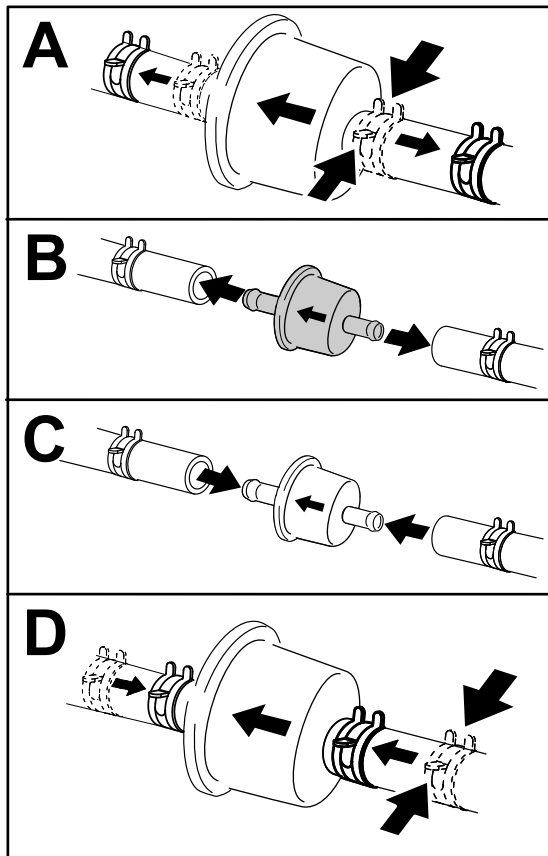

Figura 46
3. Cambie el filtro (Figura 46).